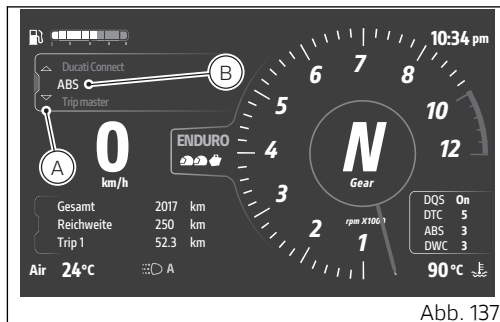

Abb. 137
- Das Interactive Menu (A, Abb. 137) aufrufen.
- Mit dem Joystick ▲ ▼ die Angabe ABS (B, Abb. 137) markieren, dann auf ENTER drücken.